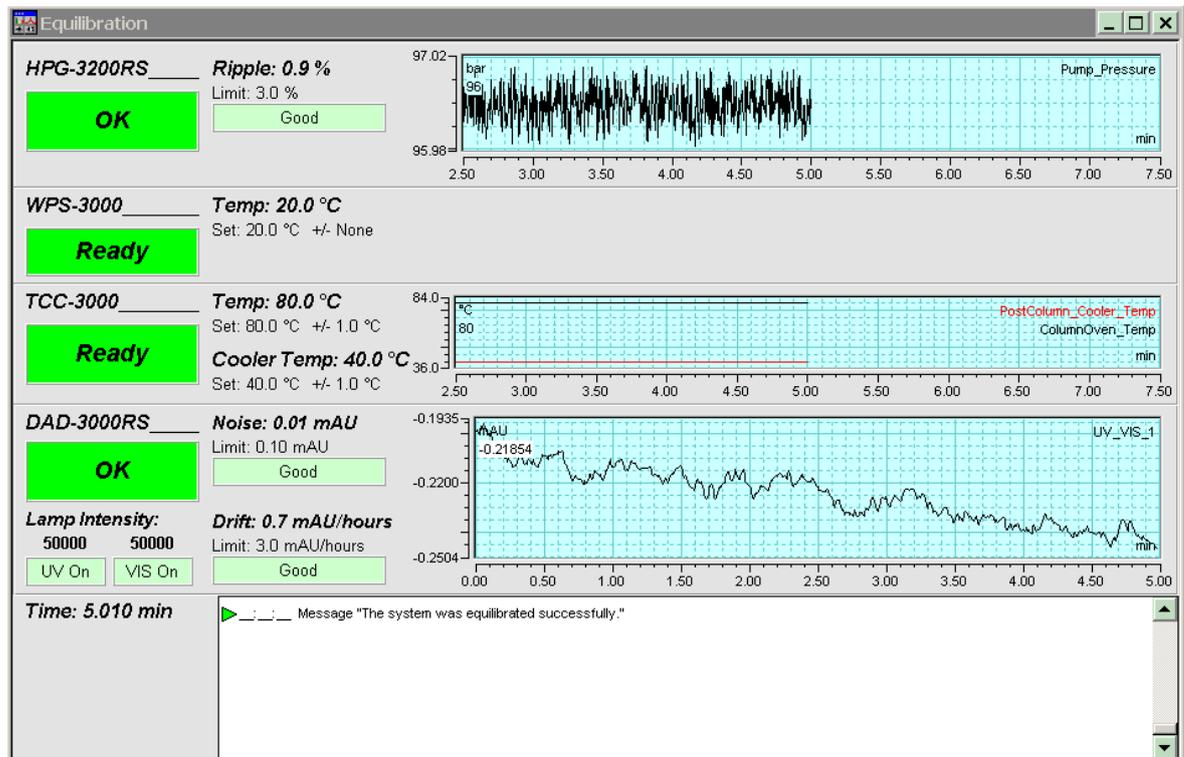

Abb. 23: Äquilibrierfenster
- ◆ öffnet Chromeleon das Äquilibrierfenster für die auf der Zeitbasis installierten Geräte (→ Abb. 23, Seite 67).